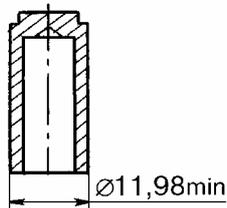

Рис.13. Редукционный клапан 2108-1011090
3.2.9 Редукционный клапан **2108-1011090** (рис.13).